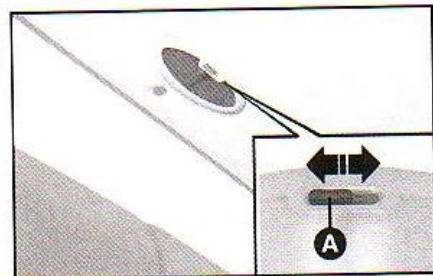

fig. 74
**A-46 LUZ INTERNA TRASEIRA figs. 74 e 75**
O interruptor **A**-fig. 74 possui 3 posições: